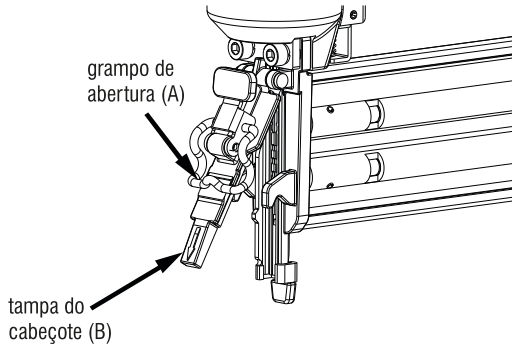

Fig. 11 – Abertura do cabeçote
- 3 – Puxe o grampo A e abra o cabeçote B, Fig. 11;